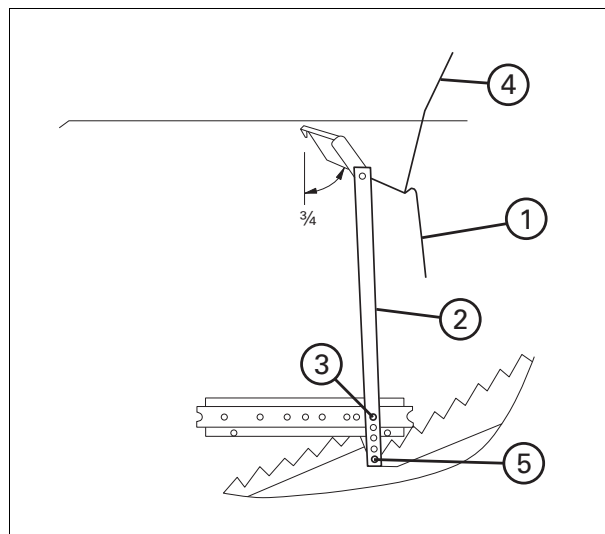
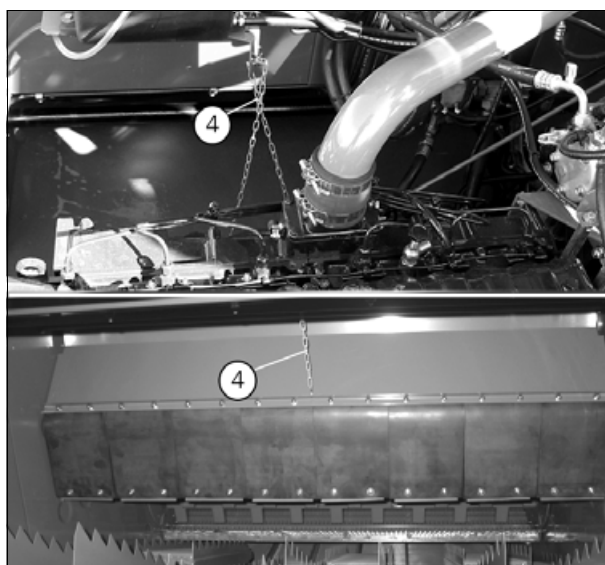

Рис. 3.
Рис. 4.
*(рис. 3)*
*(рис. 3 и рис. 4)*